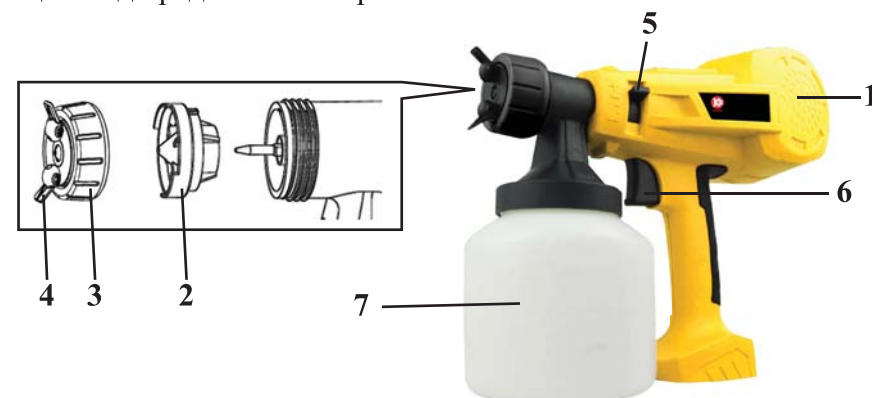
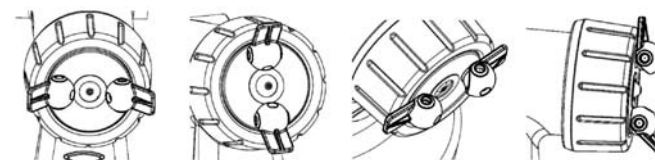

рис. 1
Рис. 2
Общий вид представлен на рис. 1:
6.3 Факел можно настроить с помощью поворота лепестков регулировки факела (рис. 2) и регулятора расхода распыляемого материала 5 (рис. 1). Перед началом покраски установите регулятор примерно посередине, затем поворачивайте его в одну или в другую сторону для достижения желаемого результата.